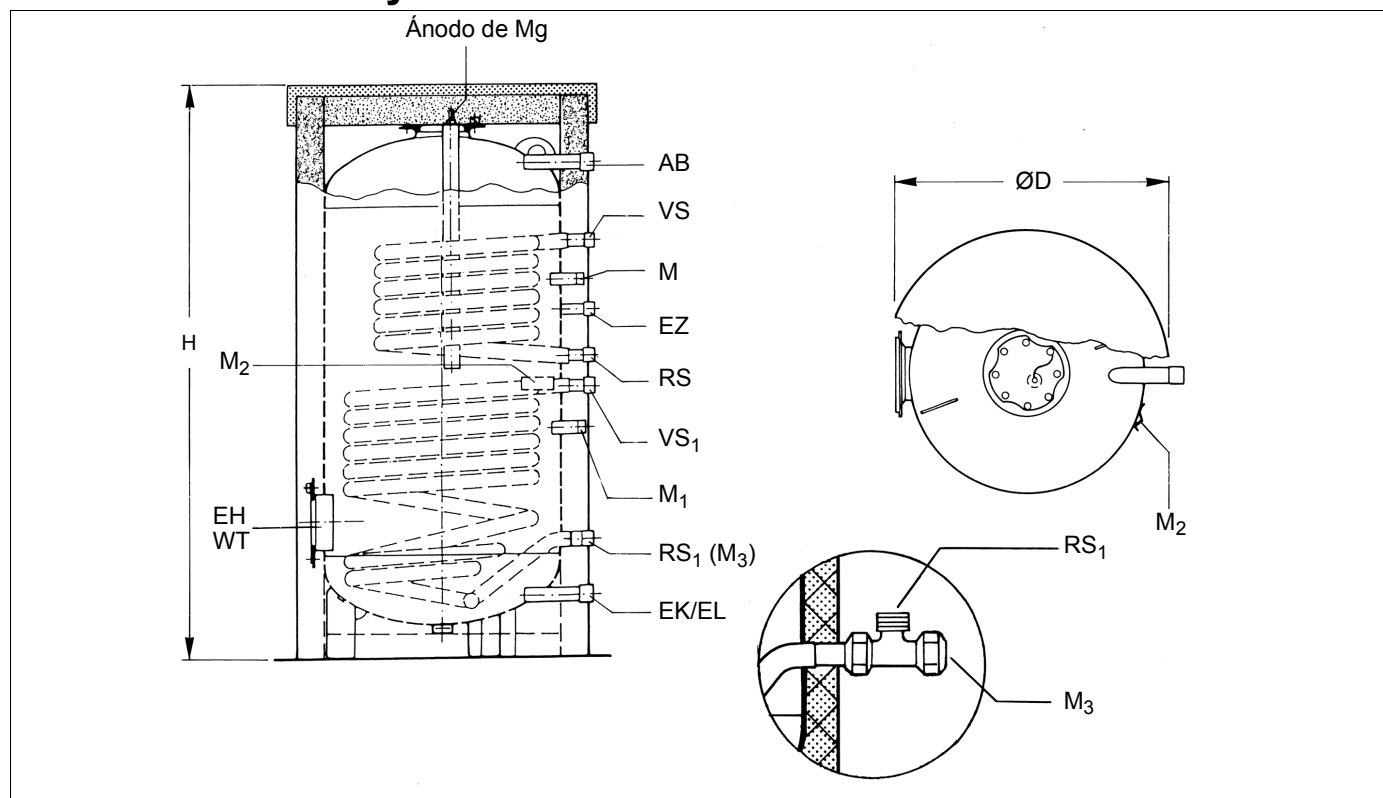

Fig. 1
- Monte la sonda en la vaina de inmersión "M" (regulación a través de la caldera) en el lado posterior del acumulador (Fig. 1).